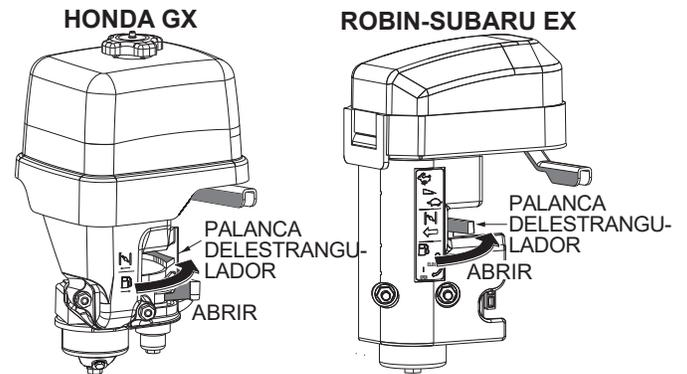

Figura 31. Palanca del estrangulador (Abierta)
5. Si se arranca un motor caliente, ponga la palanca del estrangulador la posición **ABRIR** (Figura 31).